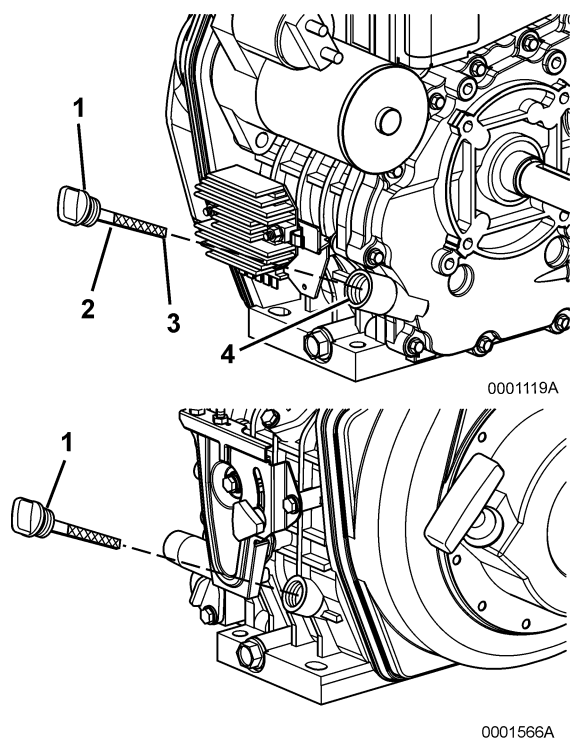

Рисунок 5
10. Доливать моторное масло (**позиция 4, Рисунок 5**) согласно необходимости, пока уровень масла не будет между верхней (**позиция 2, Рисунок 5**) и нижней отметками (**позиция 3, Рисунок 5**) на узле маслозаливной крышки/щупа для проверки уровня масла (**позиция 1, Рисунок 5**).
11. Установить на место узел маслозаливной крышки/щупа для проверки уровня масла (**позиция 1, Рисунок 5**) и затянуть рукой. Слишком сильная затяжка может повредить крышку. При разливе моторного масла вытереть его чистой тканью.